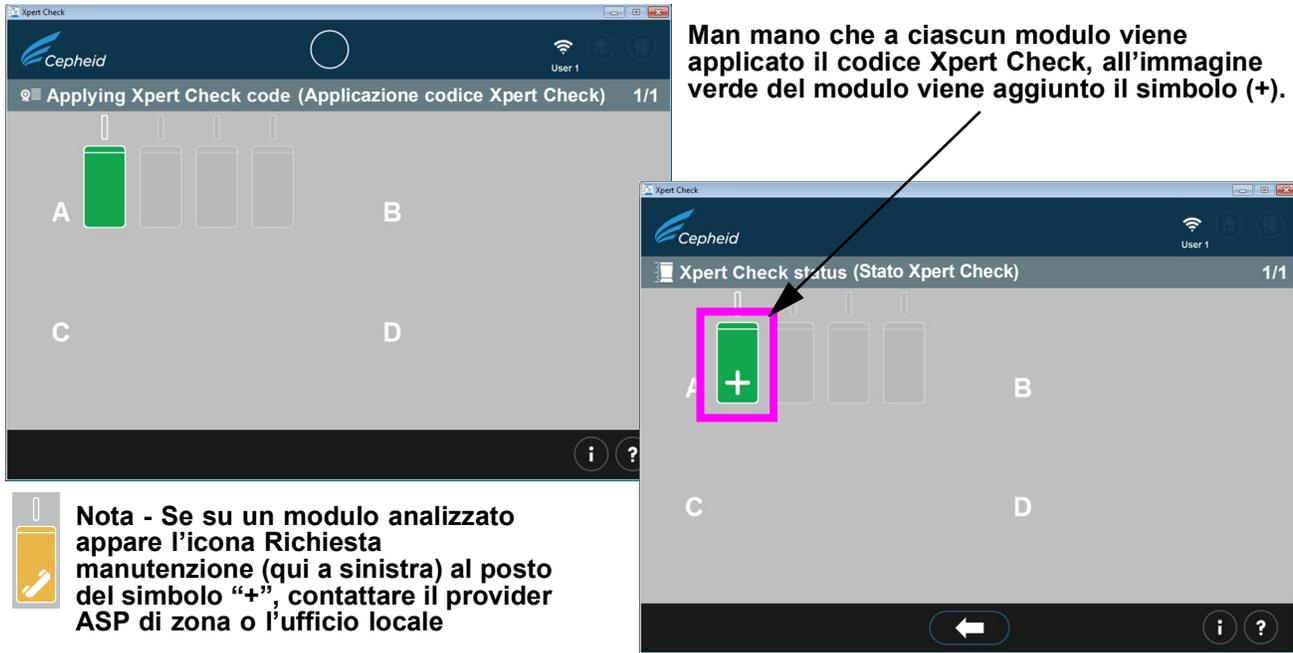

Figura 2-25. Schermata Applicazione codice Xpert Check (Applying Xpert Check code)
22. Dopo aver scaricato i risultati del test Xpert Check, il codice verrà man mano applicato a tutti i moduli che superano il test, i quali verranno identificati con il simbolo +. Vedere la Figura 2-25. Viene qui illustrata la verifica di un modulo.
Nella schermata mostrata in Figura 2-25, su alcuni moduli potrebbe essere visualizzata l'icona di richiesta manutenzione oppure, se i moduli sono stati saltati, appariranno di colore grigio.